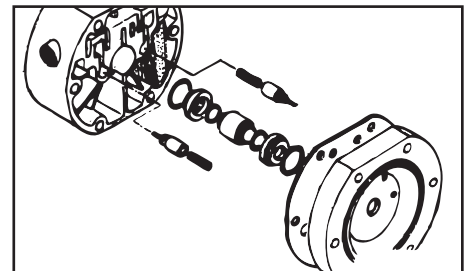

Figura 27-1
- Extraiga la válvula piloto y el asiento de la válvula (consulte la Figura 27-1).